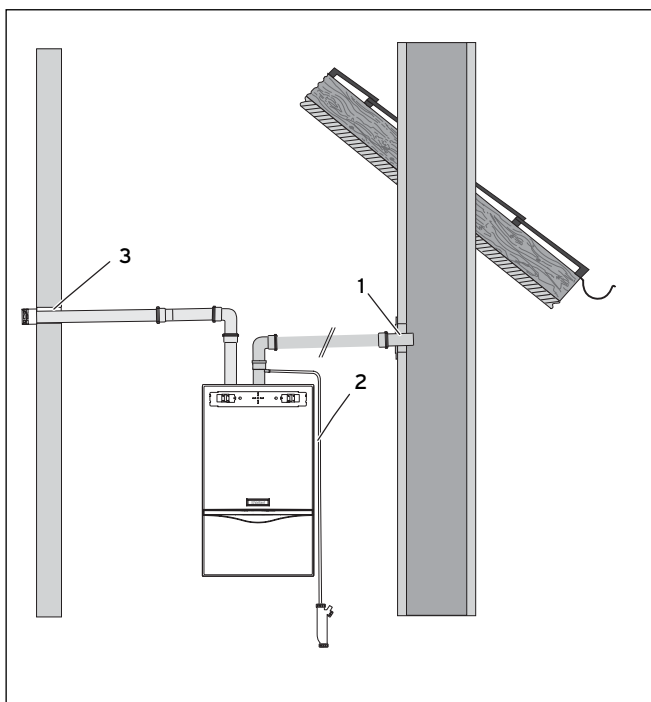

Fig. 5.15 Aspirazione aria comburente da parete e scarico gas combustivi in canna fumaria
- Montare lo scarico della condensa (2) sull'apparecchio, vedere fig. 5.15; il montaggio dello scarico della condensa è descritto al cap. 5.3.